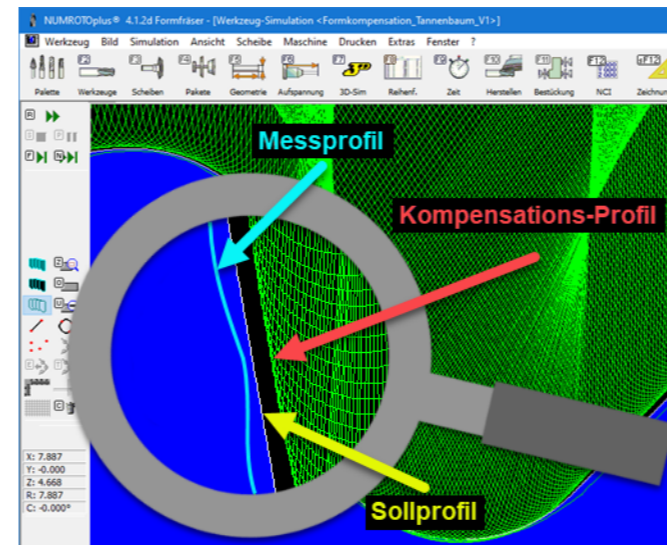

Bild 3: Sollprofil-Messprofil-Kompensationsprofil.
- Dank bestmöglicher Filterung des Messprofils entsteht ein sehr stetiger Verlauf der Kompensation. Diese Filterung ist im Bild 3 gut zu erkennen: Im Messprofil sind zwei deutliche „Ausreisser“ sichtbar. Diese sind im Kompensationsprofil ausgefiltert.